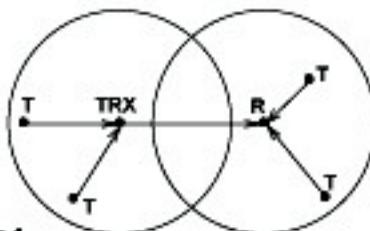

Рис.1
- Требуемое расстояние между приёмником и передатчиком больше радиуса надёжной работы радиооборудования, что требует ретрансляции сигнала (см. рис. 1);